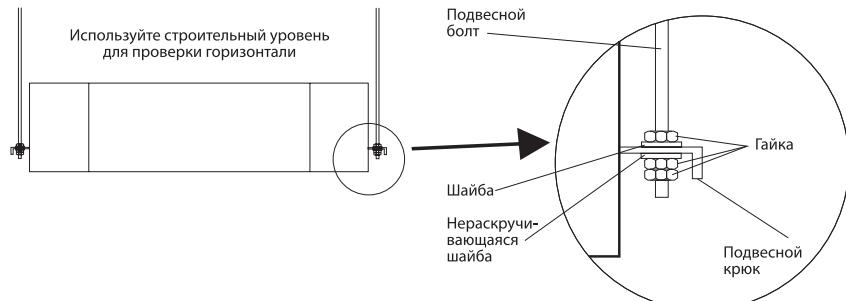

Рисунок 17 - Крепление подвесных болтов к внутреннему блоку
- Отрегулируйте относительное положение подвесных болтов таким образом, чтобы блок был расположен горизонтально по всем сторонам. Для проверки горизонтали воспользуйтесь строительным уровнем. Неправильная установка внутреннего блока может привести к утечке воды, воздуха и т.д. (см. рис. 17).